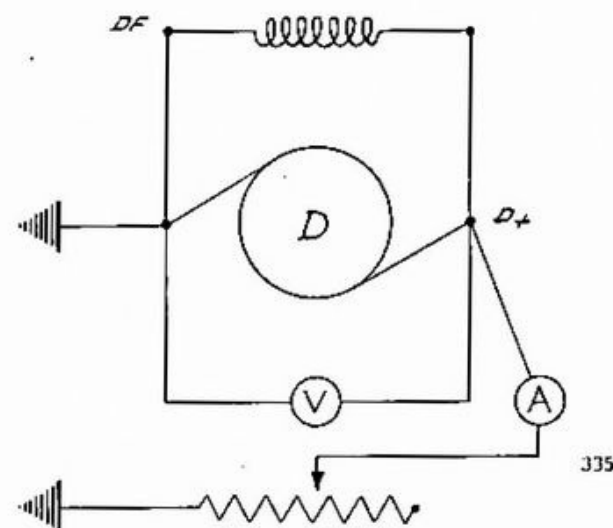

Fig. 122 - Schema prova dinamo sotto carico a tensione costante 6 V
**b) Prova sotto carico a tensione costante 6 V:** Fermi restando i collegamenti della prova precedente collegare un reostato tra il D+ e la massa con in serie un amperometro (fig. 122). Aumentare gradatamente i giri e regolare il reostato finchè con la tensione di 6 V si ottiene una corrente di 7,5 A. La potenza sarà quindi di  $6\text{ V} \times 7,5\text{ A} = 45\text{ W}$  (potenza nominale). Il numero di giri corrispondente deve essere minore o uguale a 1500 g/1'. Se la dinamo ha le caratteristiche suddette vuol dire che è efficiente, e bisogna quindi cercare la causa nel regolatore.